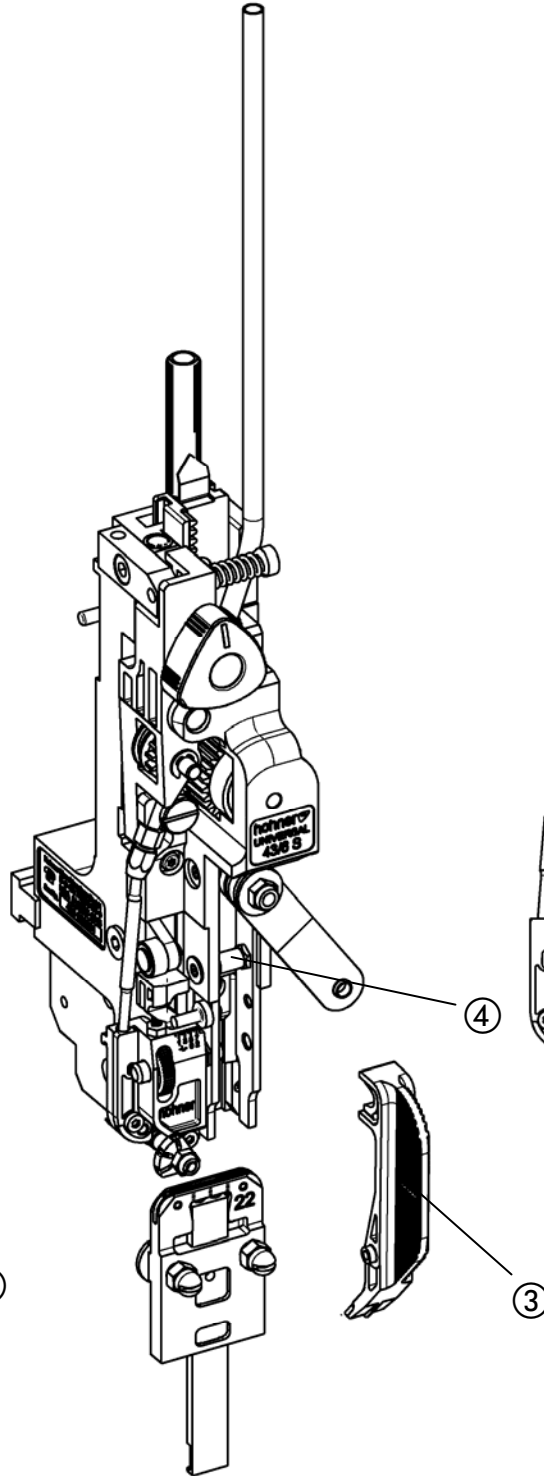
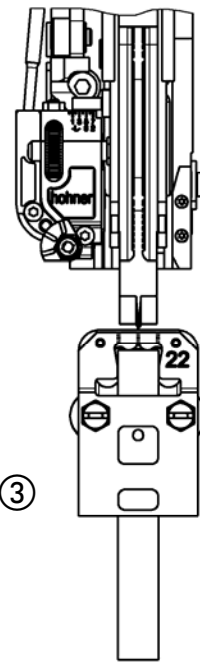

Fig. 8b
Fig. 8c
- Fig. 8b, Fig. 8c -
- Desmontar el moldeador (comp. 4.2.1). Colocar el calibre ③ en el perno receptor del moldeador ④ y girar hacia abajo contra el tope. En esta posición se ejecuta el centrado exacto alineando el calibre con las marcas de la escala en la caja del remachador.
- Apretar la tuerca de fijación ① y retirar el calibre ③. Instalar de nuevo del moldeador.